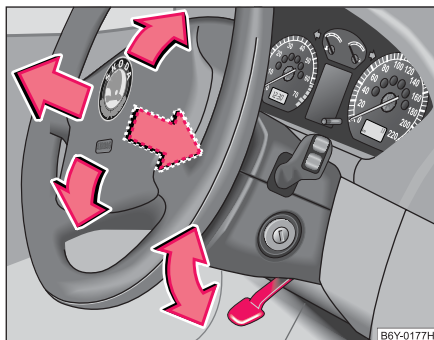

Fig. 82 Volant réglable: Manette sous la colonne de direction
- Tirez vers le bas la manette sous la colonne de direction ⇒ fig. 82 ⇒ ⚠.